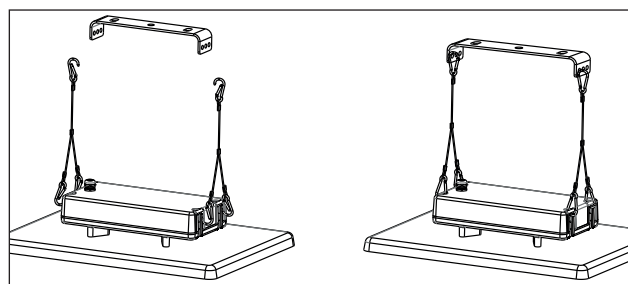

Abb. 10
3. Befestigen Sie die Seile an der Aufhngeplatte (Abb. 10).